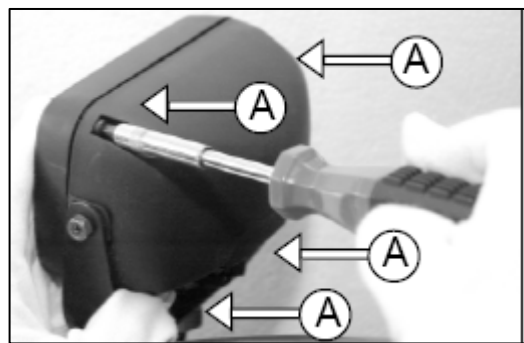

Fig. 145
1. Quite los tornillos (A) (Fig. 145).